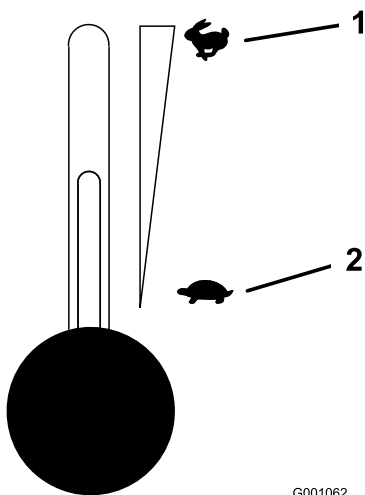

Figure 12
5. Placez la commande d'accélérateur à la position haut régime pour démarrer à froid (Figure 12).
- Réglez la manette d'accélérateur à mi-course entre les positions bas et haut régime (Figure 12).